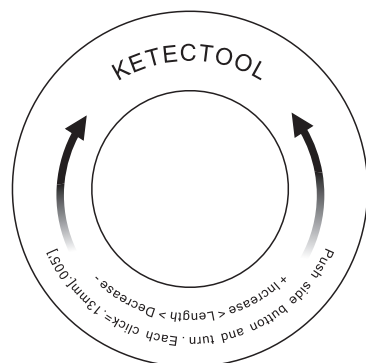

Рис.3
- Вариант 2:** при обычной настройке каждый шаг (клик) равен 0,13 мм (рис. 3)